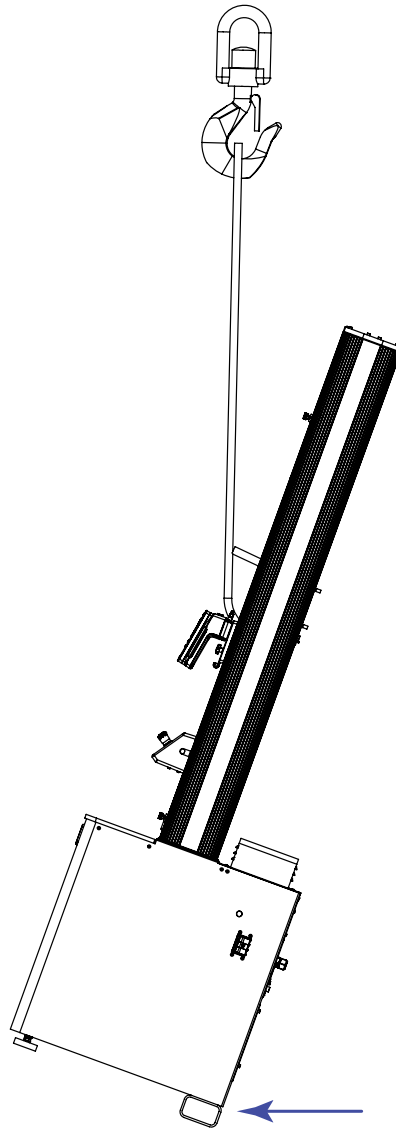

Abbildung 24. Den Prüfrahmen aufrichten
5. Heben Sie den Rahmen langsam in die vertikale Position an (siehe Abbildung 24 auf Seite 84).
Achten Sie beim Anheben darauf, dass die einzigen Teile, die mit dem Versandgestell oder dem Boden in Berührung kommen, die rohrförmigen Halterungen an der Rückseite der Rahmenbasis sind (gekennzeichnet durch Pfeile in Abbildung 24 auf Seite 84).